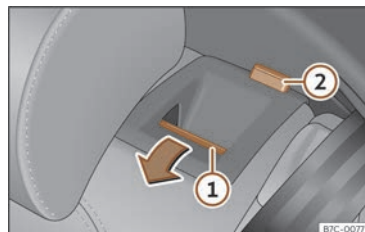

Fig. 90 Seient del darrere: abatre el respalller.
- Premeu la tecla de desbloqueig >>> **fig. 90**
① cap endavant i, alhora, abateu el respalller. El respalller del darrere està desbloquejat quan es veu una marca vermella a la tecla ②.